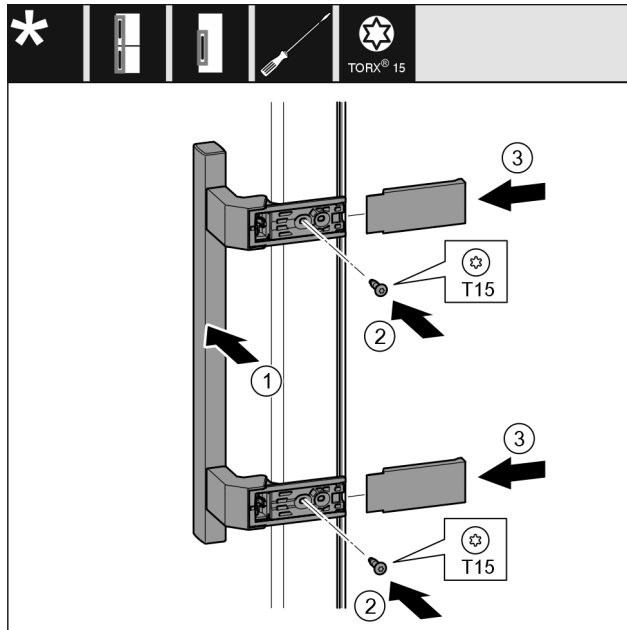

Fig. 43
- Griff Fig. 43 (1) auf der Gegenseite ansetzen.
- Schrauben Fig. 43 (2) mit Schraubendreher festschrauben.
- Abdeckungen Fig. 43 (3) seitlich ansetzen und aufschieben.